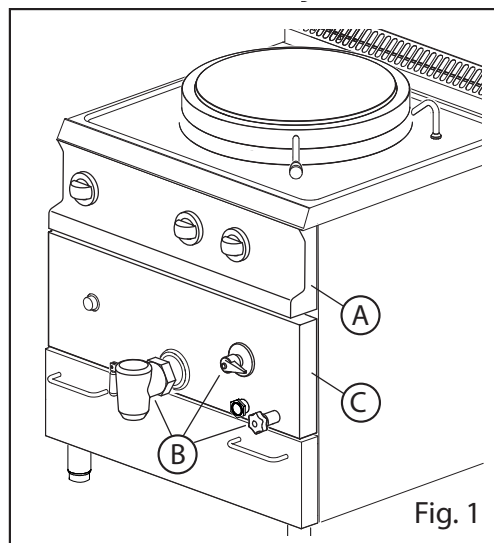

Fig. 1
- Enlever les robinets d'évacuation marmite, remplissage interstice et niveau interstice (Fig. 1/B)
- Enlever le panneau central (Fig. 1/C)
1. Le panneau frontal, les poignées (Fig. 1/A) et le panneau (Fig. 1/B)